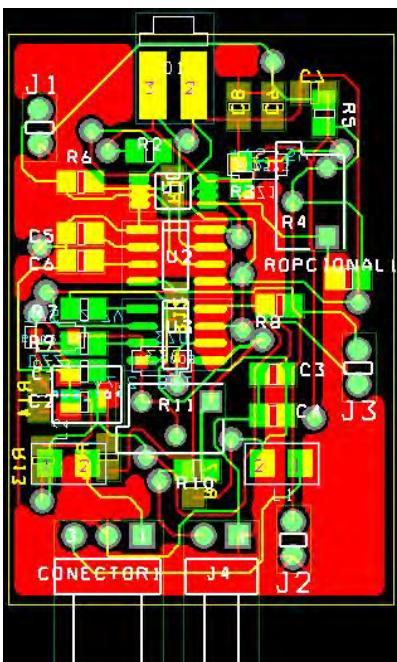

Ilustración 26 Rutado final de la PCB
- **Se crearon rutas/uniones innecesarias:** Por ejemplo en la Ilustración 26 se puede ver la unión del pin 2 del CONECTOR 1 con masa, anteriormente esta unión estaba conectada a otro elemento unido a su vez con masa y el plano de masa aparecía dividido, la modificación por tanto fue cambiar esa unión y conectar el pin dos directamente con el plano de masa.
- También concluimos que el **potenciómetro R₁₅** cuya función es la de la corrección de offset ya comentada en el apartado 3.1.2 era innecesario que estuviese accesible en la placa ya que no iba a ser necesaria una reconfiguración, por lo que lo cambiamos por un potenciómetro de montaje superficial lo cual cambió un poco el diseño tal y como se puede ver en la Ilustración 26.